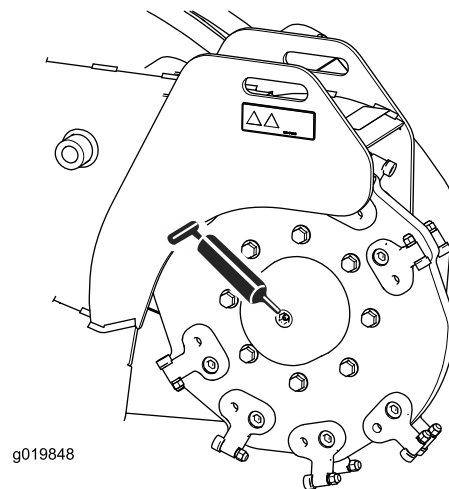

Bild 27
- Setzen Sie die Fettpresse nacheinander an allen Nippeln an (Bild 27 und Bild 29).